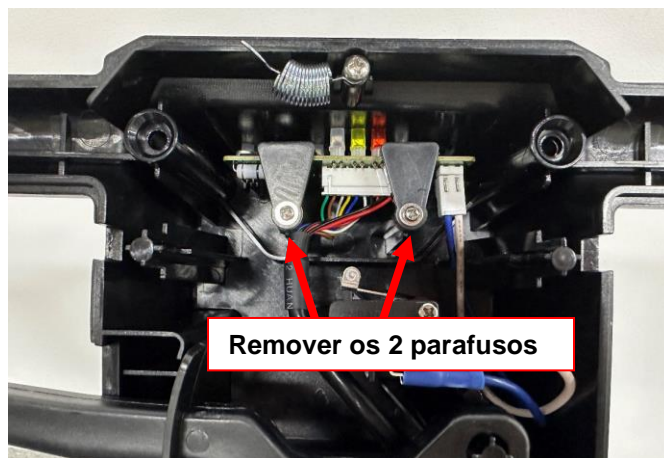

Figura 10
64. Remover os 2 parafusos na placa de fixação do PCB (Figura 10).